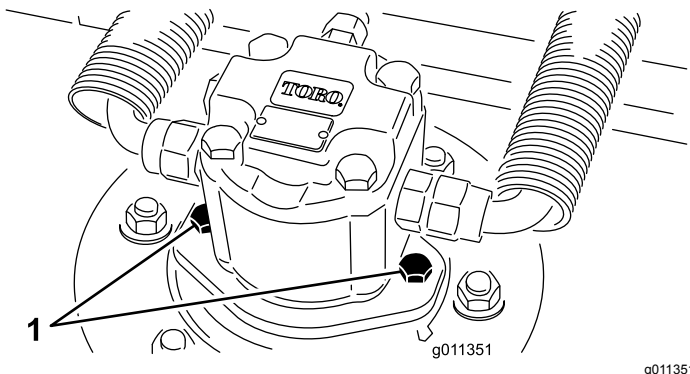

Bild 81
2. Klemmen Sie den Hydraulikmotor vom Mähwerk ab und entfernen ihn (Bild 81). Decken Sie die Spindeloberseite ab, um einer Verunreinigung vorzubeugen.
4. Montieren Sie den Hydraulikmotor am Mähwerk (Bild 81). Stellen Sie sicher, dass sich der O-Ring unbeschädigt in seiner Position befindet.